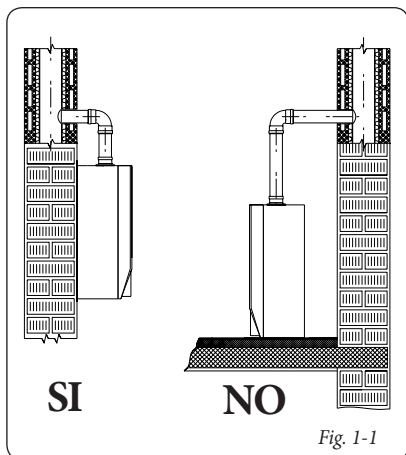

Fig. 1-1
- Normas de instalación: estas calderas han sido fabricadas únicamente para montaje mural con aparato para calefacción de ambientes y producción de agua caliente sanitaria en ámbito doméstico y afín. La pared debe ser lisa, es decir, sin salientes ni entrantes que permitan su acceso desde la parte posterior. Estas calderas no han sido proyectadas para instalarse sobre zócalo o directamente sobre el suelo (Fig. 1-1).